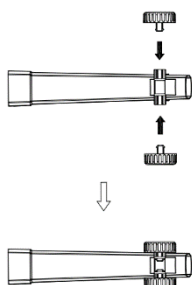
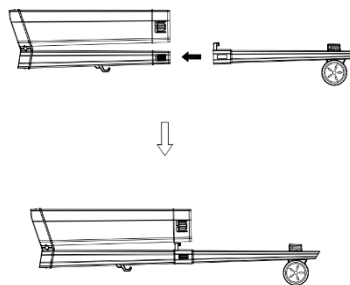
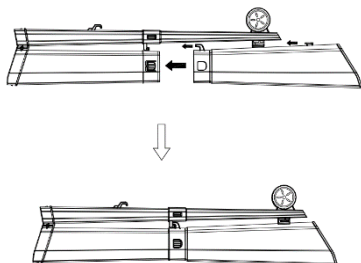
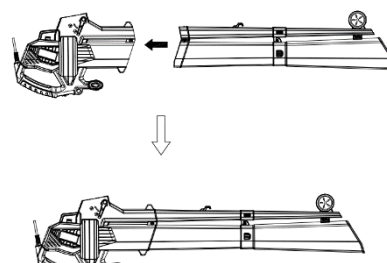

Fig. 2
Fig. 3
Fig. 4
Fig. 5
1. Assemblare la ruota e il tubo di soffiaggio/aspirazione (Fig.2 Fig.3 Fig.4 Fig.5)
- Estrarre le due ruote e il tubo di aspirazione, tenere il tubo di aspirazione e installare le due ruote, come indicato nella Fig. 2.
- Estrarre il tubo centrale, far scorrere il tubo del soffiatore nel tubo centrale. Fare riferimento alla Fig. 3.
- Estrarre il tubo di aspirazione, posizionare il tubo di aspirazione sul tubo centrale, il tubo di aspirazione scatta in posizione. Fare riferimento alla Fig. 4.
- Inserire l'intero tubo nel corpo della macchina. vedere la Fig. 5